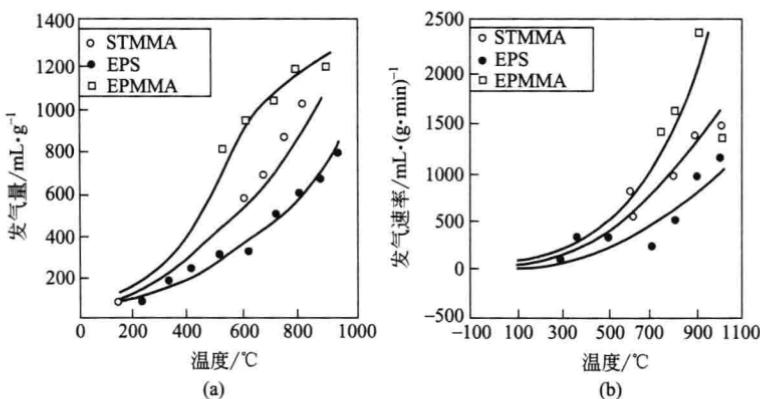

图 1-2 EPS、STMMA、EPMMA 发气量与发气速率
- ① 分子结构不同 EPS 分子结构中含有苯环，而 EPMMA 中含有两个氧原子，STMMA 则是这两种结构的结合体；
- ② 碳含量不同 EPS 碳含量为 92%，STMMA 共聚树脂 (MMA/ST=70:30) 为 69.6%，而 EPMMA 为 60%；
- ③ 汽化温度不同 EPS 汽化温度比 EPMMA 高，EPS 和 EPMMA 汽化难；
- ④ 发气量和发气速率不同 EPMMA 发气量和发气速率比 EPS 大，STMMA 次之（见图 1-2）。